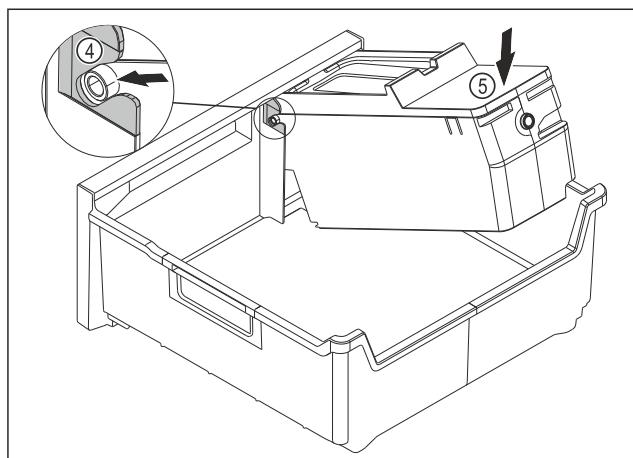

Fig. 145
- Встановіть корпус EasyTwist-Ice: Вставте осі корпусу EasyTwist-Ice в напрямні Fig. 145 (4).
- Натисніть на корпус EasyTwist-Ice Fig. 145 (5) ззаду вниз.